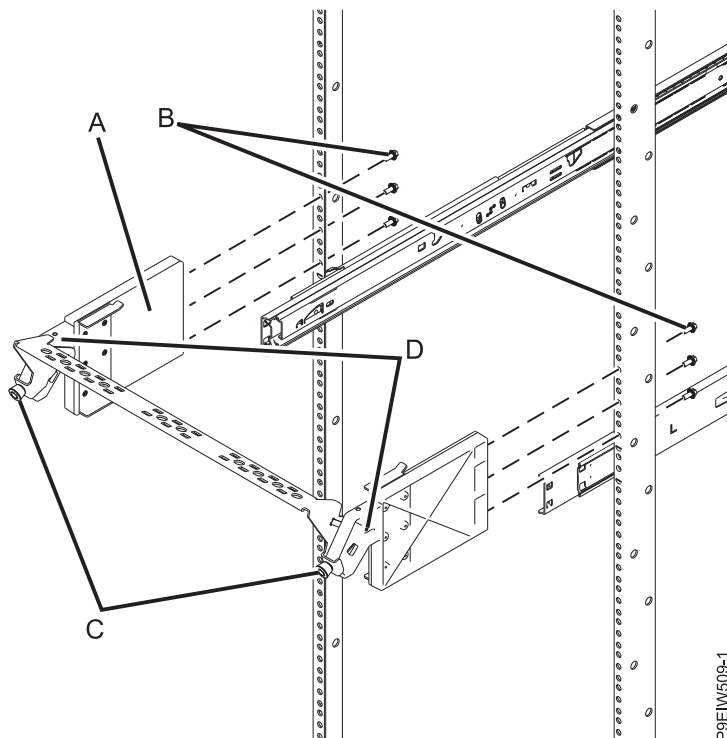

図 11. ラックへのケーブル管理ブラケットへの取り付け
3. 2 本の M3 ねじ (D) を使用して、ケーブル管理バーをケーブル管理ブラケットに取り付けてケーブル管理ブラケットをアセンブルします (14 ページの図 11 を参照)。
- a. ラックの背面で、アセンブルされたケーブル管理ブラケット (A) の片側をラック・フランジに向かい合わせて保持します。ブラケットの位置が、ステップ 2 (13 ページ) でマーク付けした位置と合っていることを確認します。
- b. 図 11 に示すように、ラックの内側から、ラック・フランジを通してケーブル管理ブラケット (A) に 3 本のねじ (B) を取り付けます。
5. つまみねじ (C) を引き、ブラケットを斜めにして、必要に応じてケーブル管理ブラケットを調整します (図 11 を参照)。